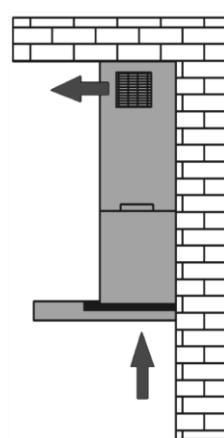
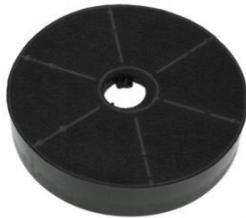

Рис. 5
Рис. 6
1) Отвода (рис. 5а) – воздух удаляется из помещения через соединение вытяжки с вентиляционным каналом жестким пластиковым воздуховодом или гофрированным шлангом диаметром 150 мм. И, таким образом, все кухонные испарения, запахи, гарь и копоть, проходя через многоразовые алюминиевые жироулавливающие фильтры, выводятся за пределы помещения. При данном режиме работы нет необходимости устанавливать угольные фильтры. Режим отвода является наиболее эффективным, поскольку вытяжка удаляет все кухонные испарения за пределы кухни в вентиляционную шахту.
2) Рециркуляции (рис. 5б) – внутренняя циркуляция воздуха через угольные фильтры (рис. 6). Вытяжка в данном случае не подключается к вентиляционной шахте
В этом режиме на вытяжку должны быть установлены угольные запахоулавливающие фильтры (рис. 6). Эти фильтры не входят в комплект вытяжки и приобретаются отдельно. Угольные фильтры следует менять не реже, чем раз в 3 месяца (в зависимости от интенсивности приготовления пищи). Использование вытяжки в режиме рециркуляции снижает ее производительность.